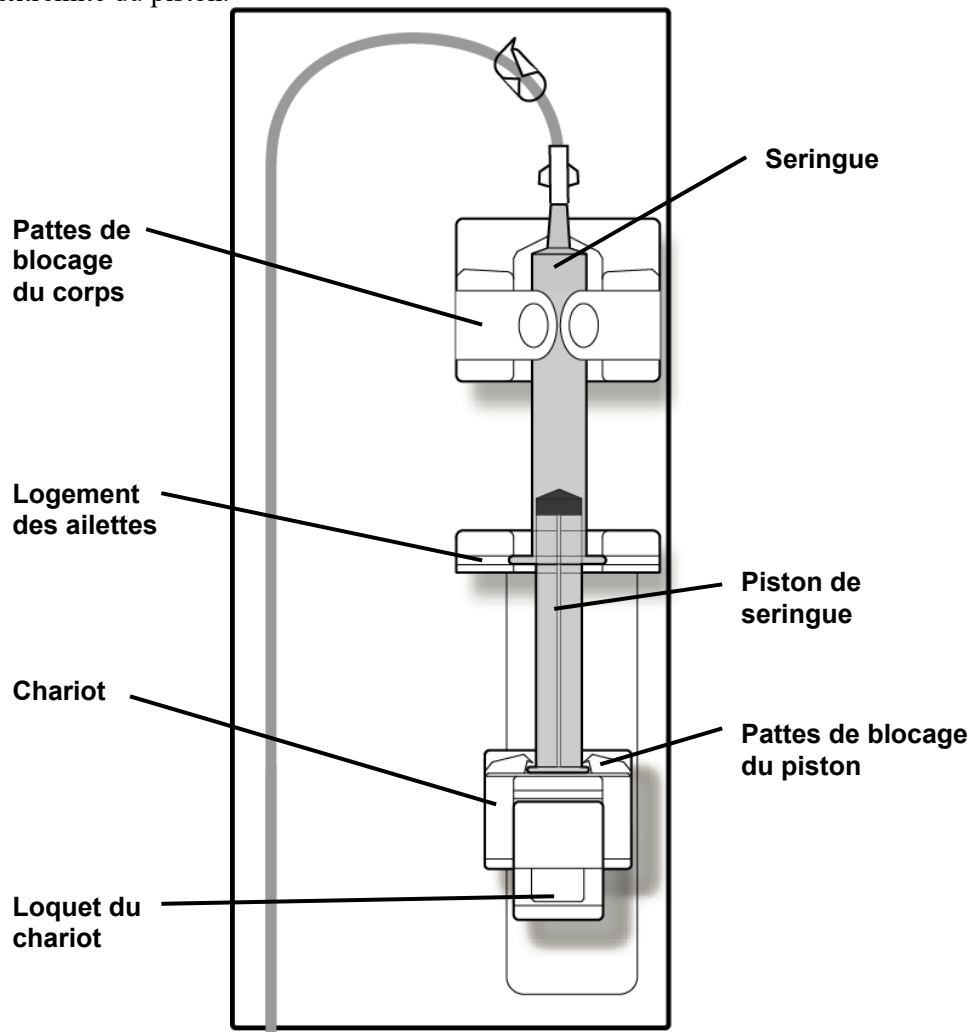

Figure 42 – Module pousse-héparine 2008K avec seringue installée et connectée
- Écartez une des pattes de blocage du corps de seringue et enfoncez le corps de seringue en place. Insérez les ailettes dans la fente du module prévue à cet effet. Une fois le corps de seringue en place, relâchez la patte de blocage (Reportez-vous à la Figure 42).